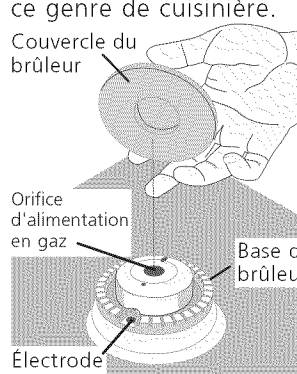

Figure 15
C. Brûleur triple (si présent): Enlevez les rubans adhésifs. Enlevez le couvercle et la base du brûleur. Retirez et jetez le matériel d'emballage. Replacez la base et le couvercle du brûleur triple. **Attention de ne pas endommager les électrodes lorsque vous placez la base du brûleur sur l'ouverture de gaz.** Assurez-vous que l'électrode est correctement insérée dans l'ouverture prévue à cette fin sur la base du brûleur (Figure 15).